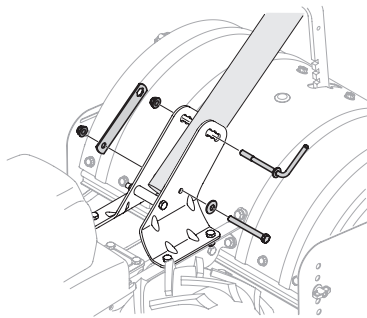

Figura 1
3. Instale la varilla de ajuste de la manivela en el orificio superior del soporte de montaje del lado izquierdo del manillar, asegurándola con la otra tuerca de seguridad retirada anteriormente. Coloque el extremo hexagonal del soporte de retención sobre la tuerca de seguridad con brida. Vea la Figura 1.